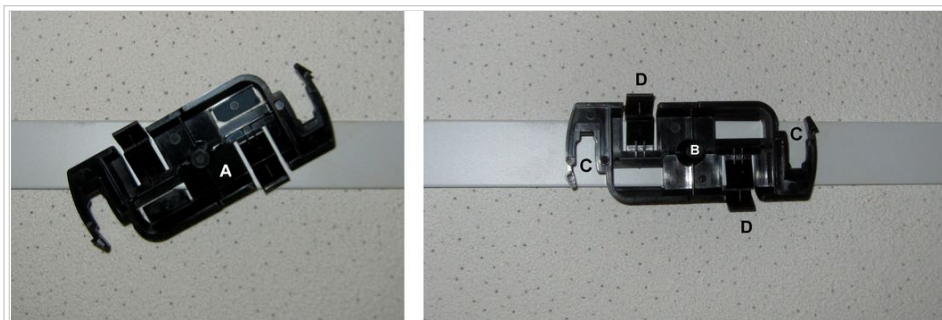

Fig. 4 - Soporte Aruba para cielorraso tipo Armstrong
- Seleccionar la pieza (A) cuyo ancho coincida con el perfil del cielorraso y colocarla como se indica en Fig. 4 (izquierda).
- Girar la pieza (A) en sentido horario hasta que calcen las trabas (D) (Fig. 4 derecha).
- Colocar el equipo en el punto B y girarlo en sentido horario hasta que calcen las trabas (C) (Fig. 4), quedando instalado como se muestra en (Fig. 3).
- Colocar la pieza (A) provista con el AP en la pieza omega (Fig. 4).